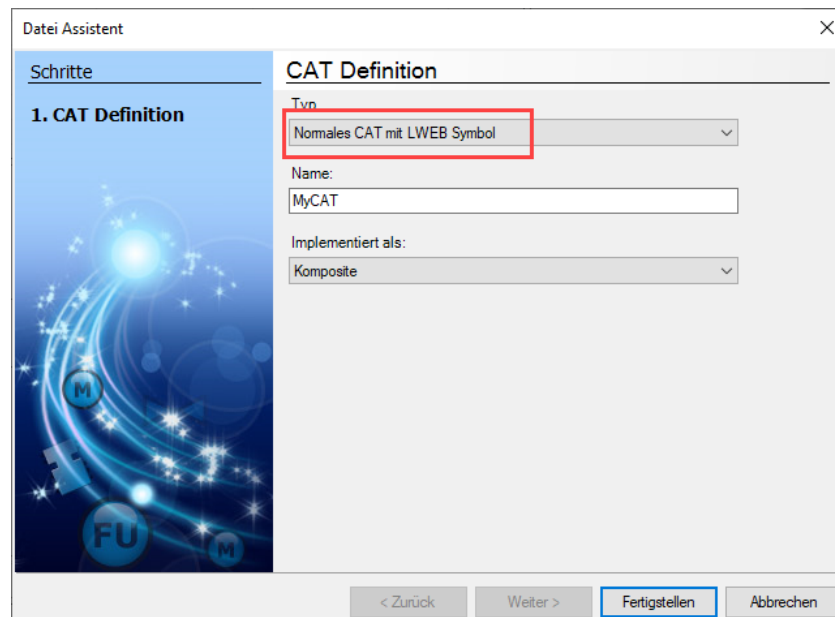

Abbildung 59: Erstellen eines 61499 CAT um das 61131 Programm einzubetten.
- Um den Programmblock in die 61499-Laufzeit einzubetten, erstellen Sie ein normales CAT: Wählen Sie in der „KickStart“-Projektmappe **CAT → Application**. Klicken Sie dann mit der rechten Maustaste und wählen Sie **Neues Objekt**. Wählen Sie **Normales CAT** und geben Sie einen Namen ein. Klicken Sie dann auf **Fertigstellen**, wie in Abbildung 59 dargestellt.